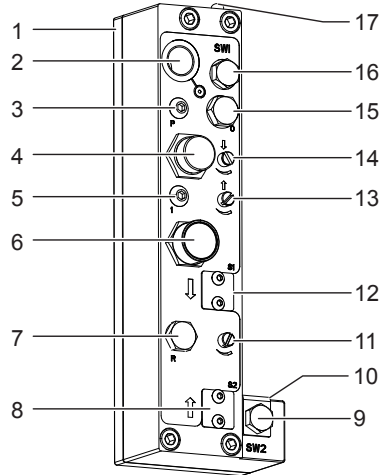

Figure 3
- Régler l'espace entre (1) et (2) de manière à ce qu'il soit égal à la profondeur de perçage requise PLUS la distance du foret au-dessus de la pièce en faisant coulisser (3).
- Bloquer l'ensemble en position à l'aide de (4) au couple recommandé.
- Placer l'HCU en (3).
- Régler l'espace entre (6) et (7) à la distance requise au-dessus de la pièce.
- Dévisser (8) en l'éloignant de l'HCU pour ajuster la résistance de l'HCU à sa valeur minimum.
- Ouvrir à fond (13) Figure 3.
- Fermer (11) Figure 3.
- Brancher l'alimentation d'air et appuyer sur (6) Figure 3.